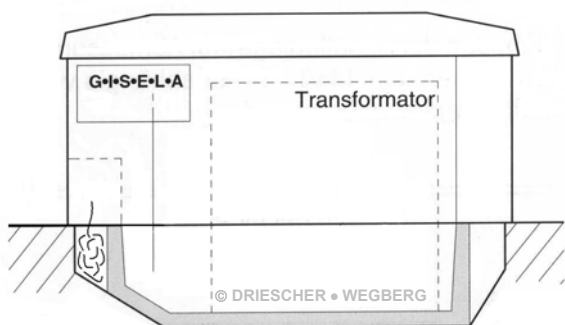
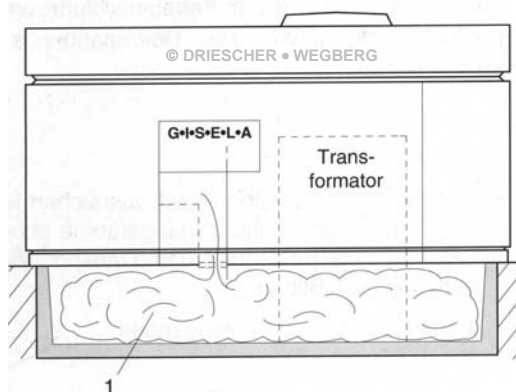
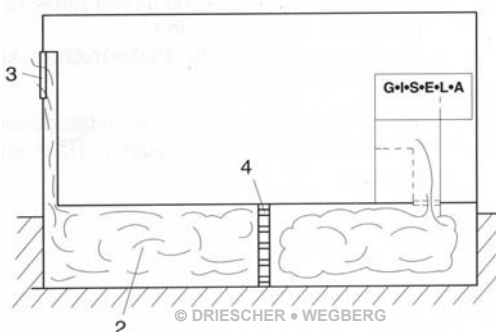

Bild 1/ slika 1
Bild 2 / slika 2
Bild 3 / slika 3
- Bei Kompaktstationen Typ K und KSP Fa. DRIESCHER erfolgt der Druckausgleich ausschließlich im Kabelanschlussbereich (Bild 1). Ansonsten muss bei kompakten und begehbaren Stationen die Druckentlastung in den Kabelkanal (1) [Mindestvolumen ~3 m³] vorgesehen werden (Bild 2).
- Bei vorhandenem Kabelkanal (2) [Mindestvolumen ~1,1m³; Mindestquerschnitt – 0,25m² mit Öffnung (3) nach außen], diesen als Druckentlastungsraum nutzen.
- Durch Einbau von zwei Lagen Streckmetall (4) werden die Lichtbogengase zusätzlich gekühlt und der Austritt von heißen Gasen gemindert (Bild 3).